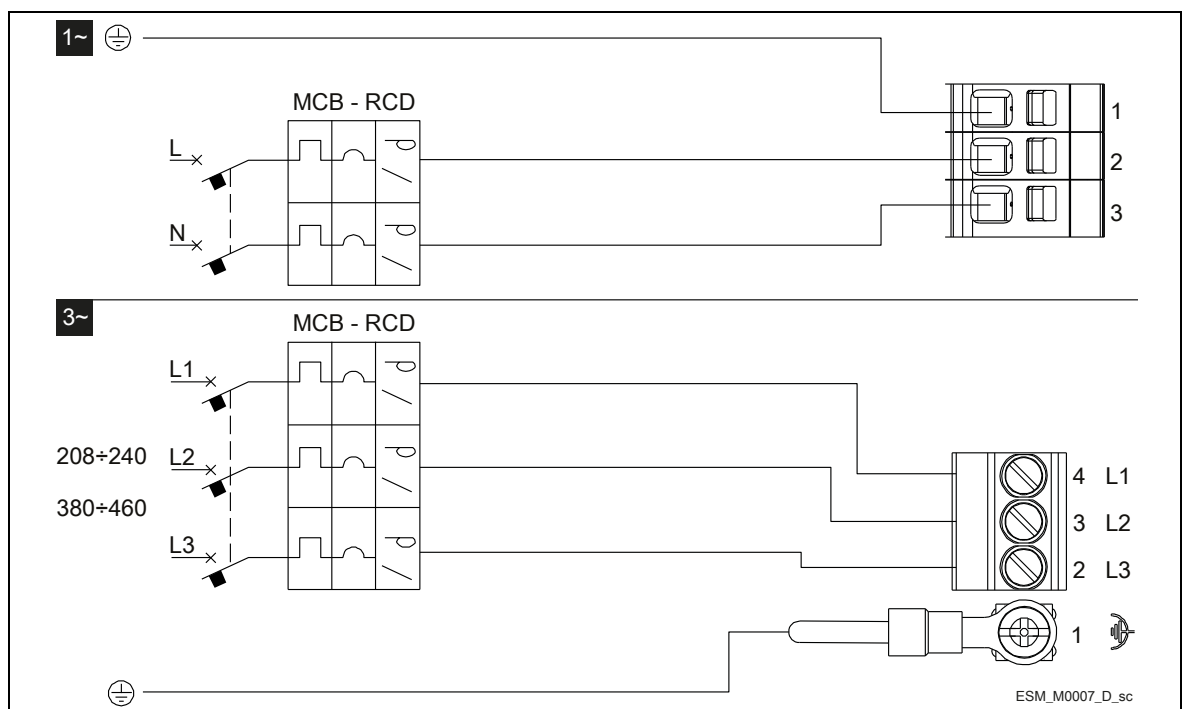

Figure 9 : Schéma de câblage
2. Insérer le câble d'alimentation dans le presse-étoupe M20 (5)
3. Brancher le câble selon le schéma de câblage.	Fig. 9